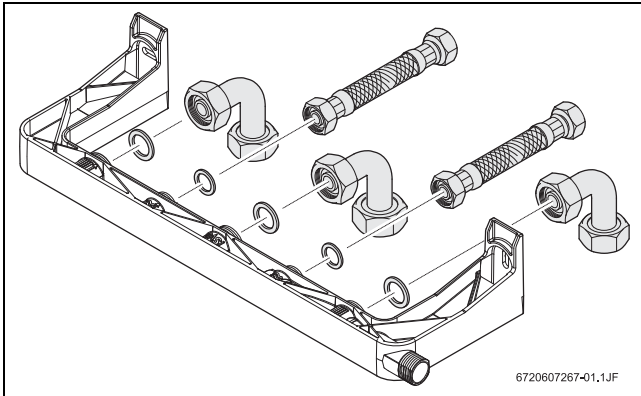

Рис. 17 Настенные подключения
- ▶ Подключить соединения к шаблону по рис. 17.